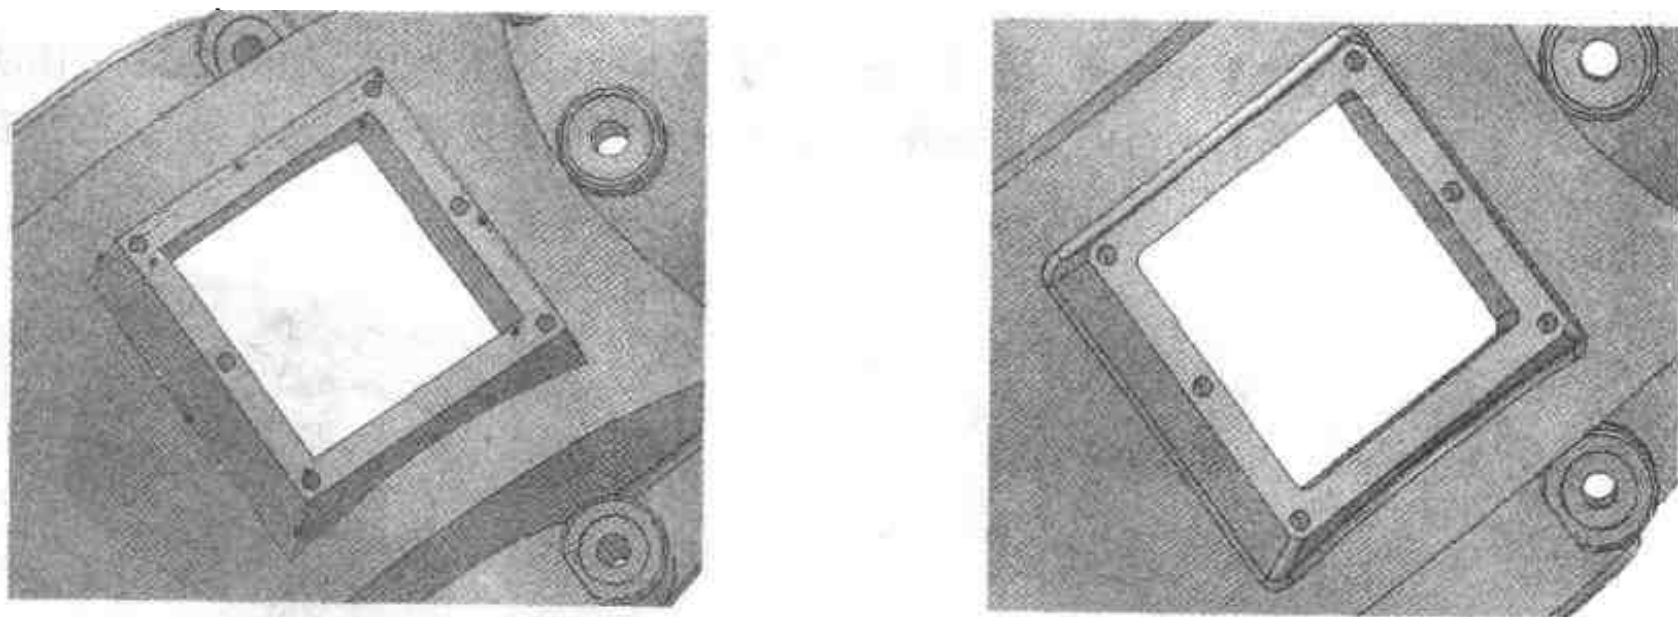

图 2.55 完成窥视孔的内外角过渡
- (4) 单击【边过渡】按钮，在【过渡半径】文本框中输入“5”，如图 2.55 所示依次单击窥视孔的内外边缘，单击【完成】按钮，结果如图 2.55 右图所示。